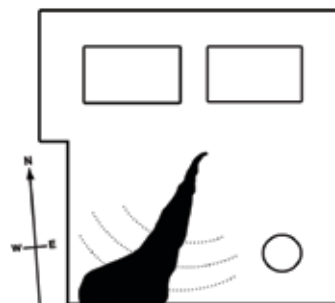

Figure 5.
- Scannez la zone selon un trajet s'élargissant sans cesse, jusqu'à ce que la source de la fuite soit localisée (Fig.5)